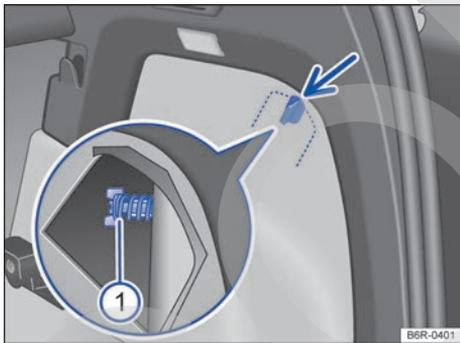

Fig. 172 Lateral del maletero: desmontaje del grupo óptico trasero.
3. Gire el cierre → fig. 172 (flecha) del guarnecido lateral del maletero hacia un lado.
6. Desenrosque el tornillo de fijación con la mano → fig. 172 ①.
13. Con una mano sostenga el grupo óptico trasero en la posición de montaje y con la otra enrosque firmemente el tornillo de fijación → fig. 172 ①.